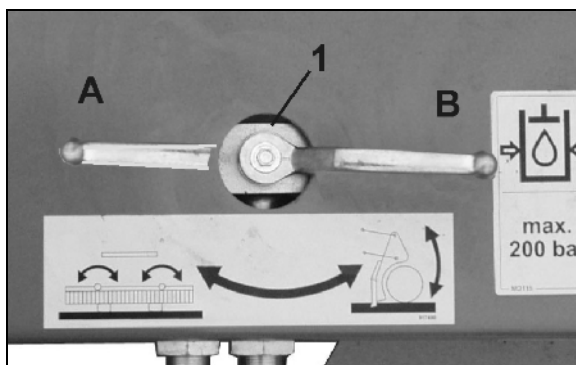

Fig. 21
1. Absperrhahn (Fig. 21/1) in Position B bringen.